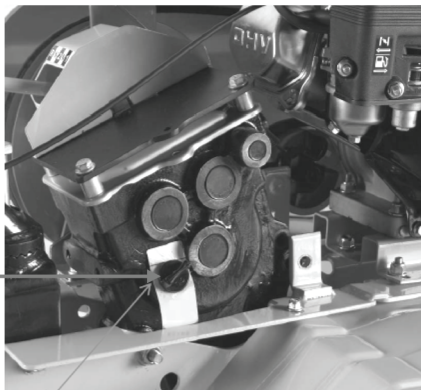

Рис. 23
2. Открутите пробку маслозаливной горловины редуктора (Рис. 23)